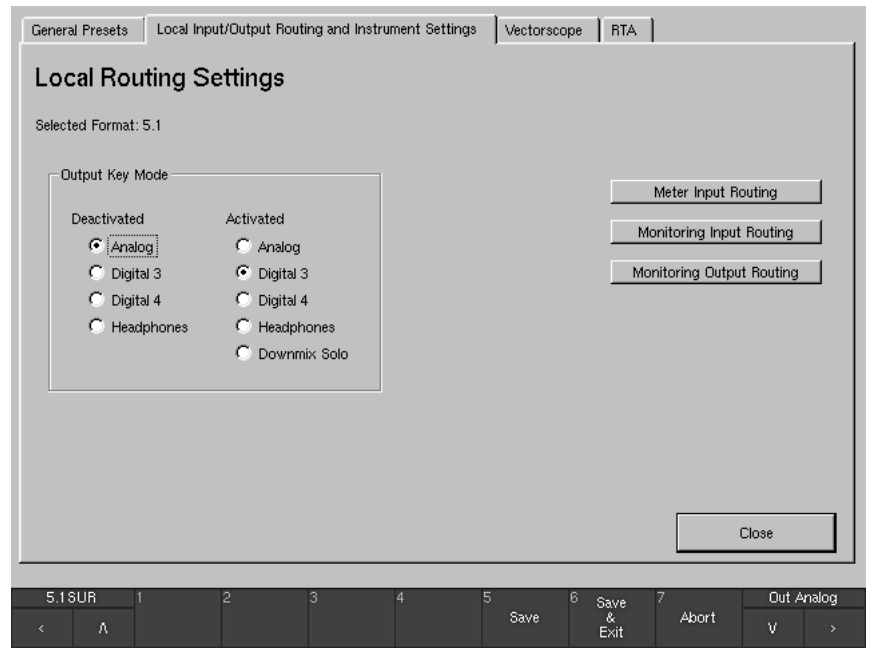

Bild 3-11: Die „Local Routing Settings“-Menü-Seite
- Klicken Sie auf die Schaltfläche „Close“, um die Einstellungen zu speichern und zur „Local Routing Settings“-Menü-Seite zurückzukehren (siehe Bild 3-11 auf der vorherigen Seite).
Siehe Bild 3-11